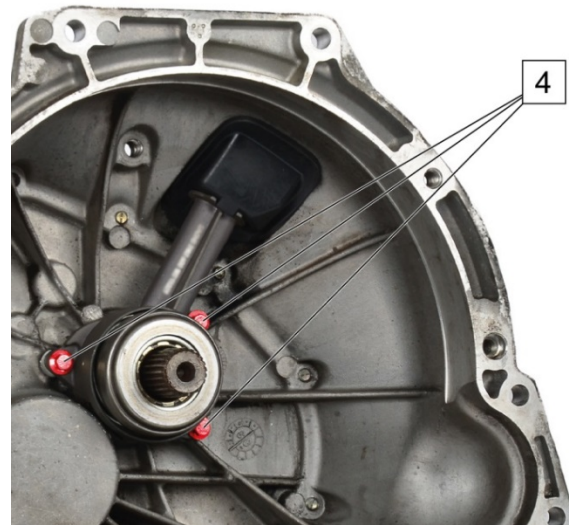

Fig. 3: CSC montiert / CSC assembled / Butée hydraulique montée / CSC montado
5. CSC montieren und die Befestigungsschrauben (4) mit 11 Nm festziehen (Fig. 3).
5. Assemble the CSC and tighten the retaining bolts (4) with 11 Nm (Fig. 3).
5. Montez la butée hydraulique et serrez à fond les vis de fixation (4) avec 11 Nm (fig. 3).
5. Monte el CSC y apriete los tornillos de fijación (4) con 11 Nm (fig. 3).